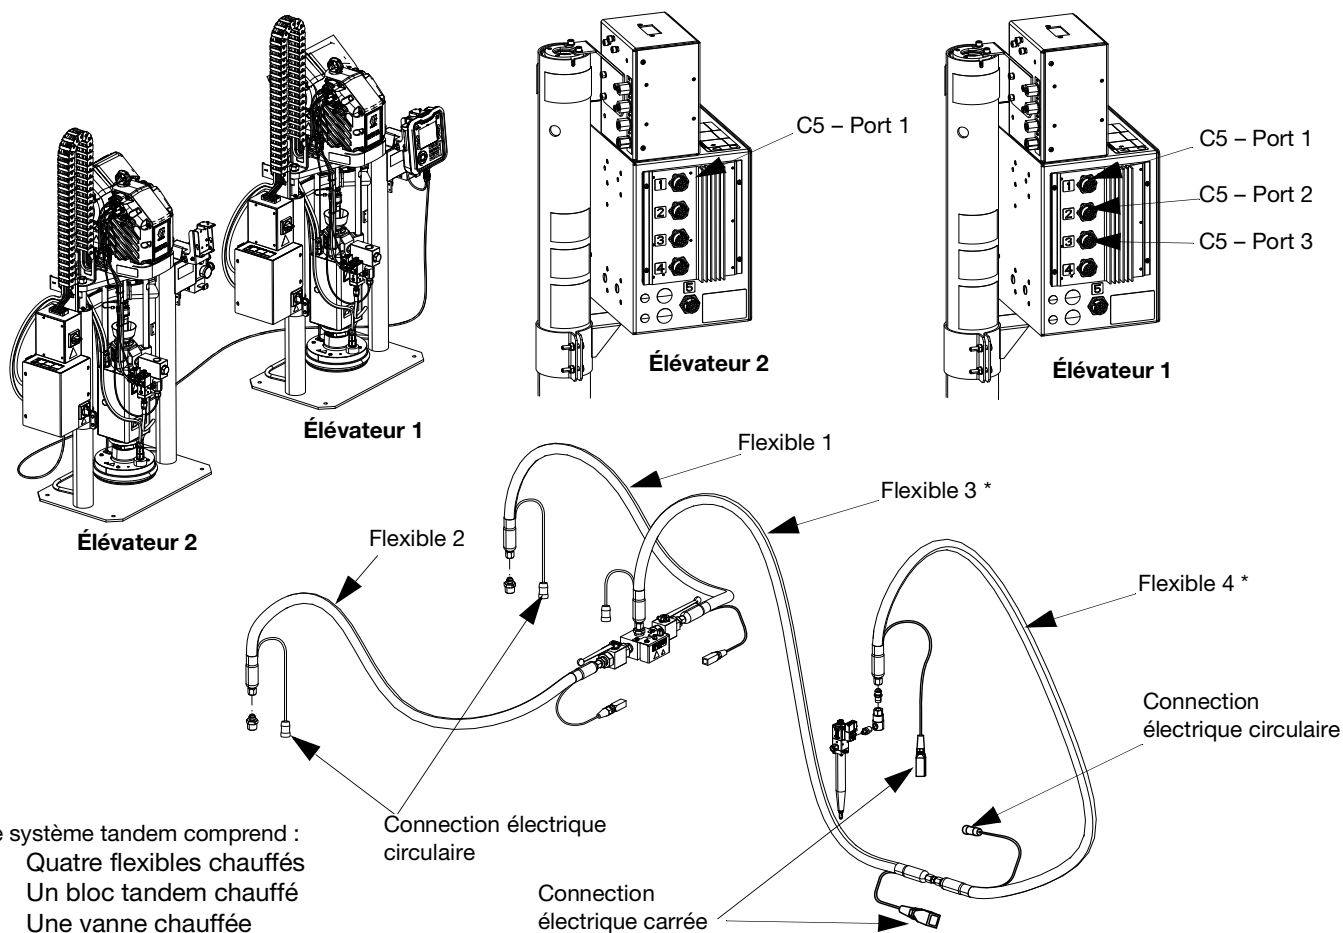

FIG. 33
- Vanne chauffée – Connexion électrique carrée du flexible 4 à la vanne de distribution iQ (B).
- Bloc tandem chauffé – Connexion électrique carrée du flexible 1 ou du flexible 2 au bloc tandem chauffé (R). Voir FIG. 33.